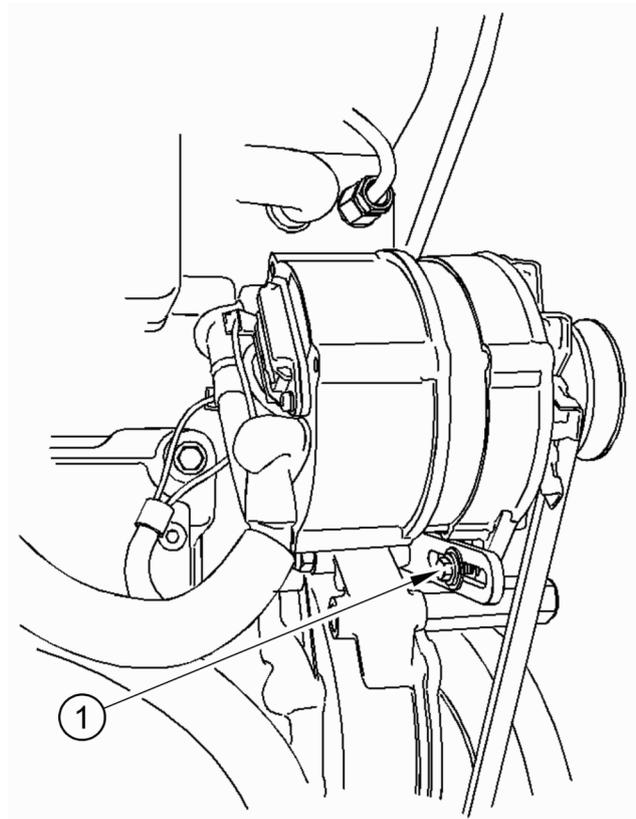

Figura 12
2. Afloje el tornillo (Figura 12, elemento 1) y mueva el alternador para modificar la tensión de la correa. Apriete los tornillos de ajuste del alternador a 22 Nm (16 pies/libra).